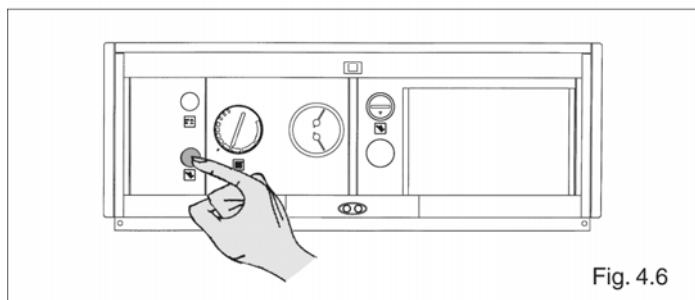

Fig. 4.6
- подождите примерно 1 минуту и нажмите кнопку «сброс блокировки горелки» (рис. 4.6);